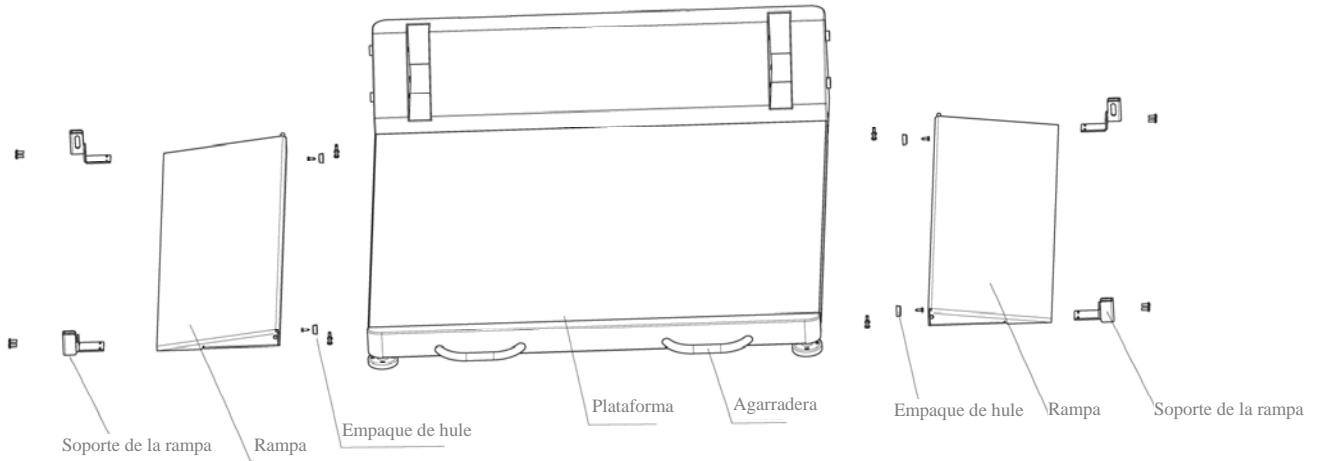

Figura 10
4. Retire los tornillos que sujetan los 2 empaques de hule que se localizan a lado de la plataforma (ver la figura 10).
5. Retire los empaques y vuelva a colocarlos en el lado opuesto de la plataforma. Utilice los agujeros de montaje adecuados (ver la figura 10).
1. Desde la posición vertical, con cuidado baje la balanza hasta que descansa sobre las patas. Utilice las agarraderas de la balanza ubicadas en la parte frontal de la plataforma (ver la figura 10).